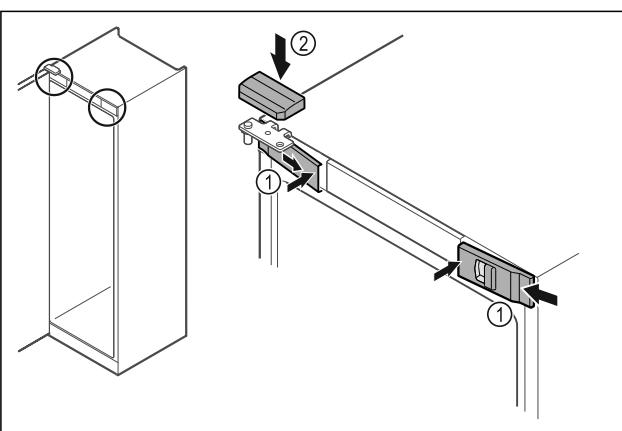

Fig. 53
► Zaháknite predné kryty Fig. 53 (1) naboku a zaistite ich vnútri.
► Zaistite horný kryt Fig. 53 (2) zhora.